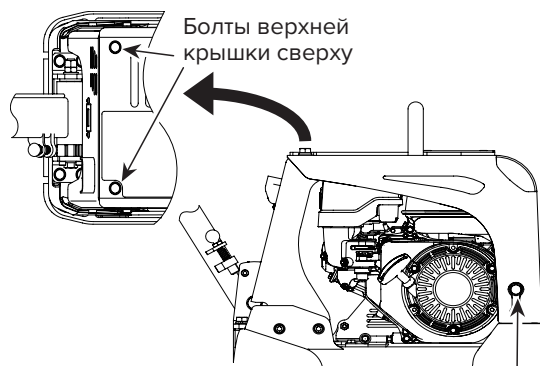

Рис. 23
1. Снимите болты на передней крышке. Ослабьте болты на боковой стороне передней крышки (не снимать) (рис. 23).
4. Медленно верните крышку в исходное положение. Затяните болты с указанным моментом затяжки (рис. 23).